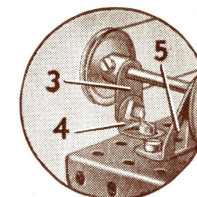

Fig. O.6a
De bouten (1) zijn voorzien van klemmoeren, zodat de onderdelen, die zij samenhouden, vrij kunnen draaien. Lagers voor een 5 cm as, waarvan het uiteinde bij (2) zichtbaar is, worden verschaft door een plat steunstuk (3) (afbeelding O.6a), geschroefd aan een hoeksteun (4) en een tap (5).